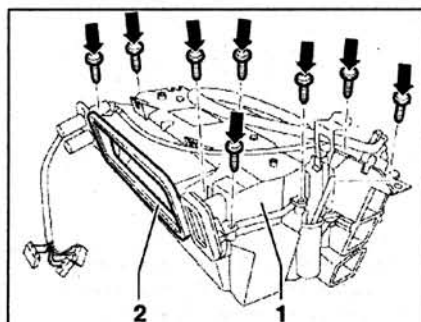

Рис. 8.69. Выкрутите винты (стрелки), снимите прокладку 2 и затем снимите верхнюю часть отопителя.
3. Выкрутите винты (стрелки), снимите прокладку 2 и затем снимите верхнюю часть отопителя (рис. 8.69).